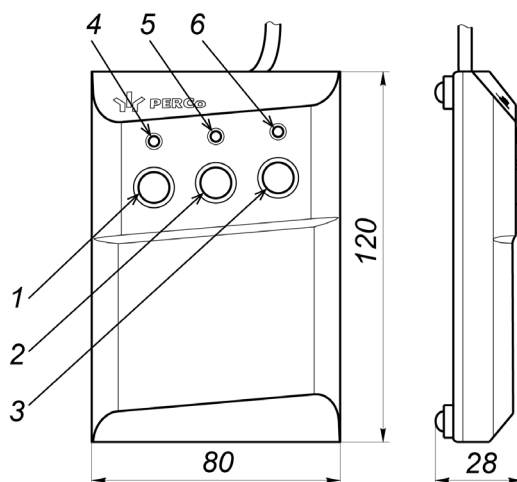
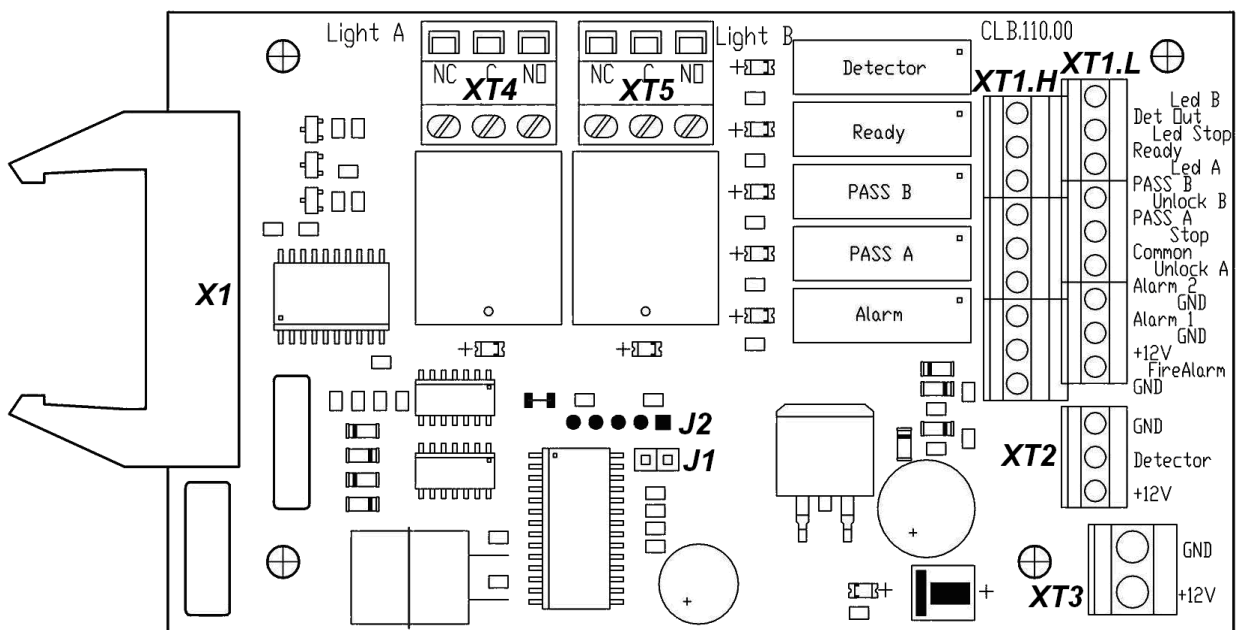

Рисунок 4. Общий вид и габаритные размеры ПДУ
Рисунок 5. Внешний вид платы управления
ПДУ (14) выполнен в виде небольшого настольного прибора в корпусе из ударопрочного АБС-пластика и предназначен для задания и индикации режимов работы при ручном управлении турникетом. ПДУ подключается к плате управления гибким многожильным кабелем (15) через клеммную колодку **XT1.L** (см. рис. 5). Общий вид ПДУ показан на рис. 4.
На лицевой панели ПДУ расположены три кнопки для задания режимов работы турникета. Над кнопками расположены световые индикаторы. В корпусе ПДУ установлен зуммер для звуковой индикации. Средняя кнопка **STOP** предназначена для переключения турникета в режим «Запрет прохода». Левая и правая кнопки **LEFT**, **RIGHT** предназначены для разблокировки турникета в выбранном направлении. Изменить ориентацию ПДУ относительно установки стойки турникета (если на месте установки стойка обращена к оператору не лицевой, а тыльной стороной) можно, поменяв местами провода от ПДУ, подключаемые на контакты *Unlock A* и *Unlock B* а также *Led A* и *Led B* соответственно (см. рис. 5 и рис. 12).
На плате управления (см. рис. 5) расположены:
Выбор режима управления осуществляется снятием / установкой переключки на разъем **J1** платы управления. Расположение разъема **J1** показано на рис. 5. При поставке переключка установлена, что соответствует импульсному режиму управления турникетом. Для перехода в потенциальный режим управления снимите переключку. Изменение режима управления произойдет после включения турникета.
Подключение устройства *Fire Alarm* производится к клеммной колодке **ХТ1.Л** платы управления согласно схеме электрических соединений (см. рис. 12 и рис. 5).
Факт подачи напряжения на обмотку реле можно определить по загоранию соответствующего красного светодиода, установленного на плате управления вблизи соответствующего реле (см. рис. 5).